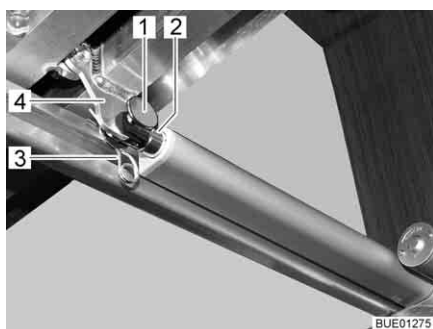

Fig. 112 Azionamento
- Rimuovere il collegamento (p. es. perno e spina a molla (Fig. 112,1 e 3)) tra biella (Fig. 112,2) e telaio portamaterasso (Fig. 112,4).